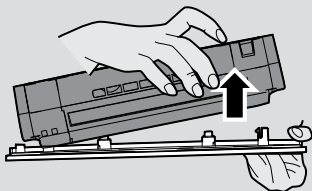

Fig. 15
1. Retirez le porte-serpillière et la serpillière du réservoir d'eau. **[Fig. 15,16]**